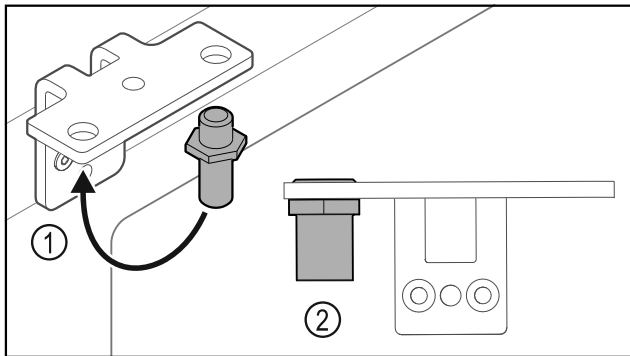

Fig. 34
- Преместете болта Fig. 34 (1) в ъгъла на пантата.
- Затегнете болта Fig. 34 (2) с **въртящ момент от 12 Nm**.